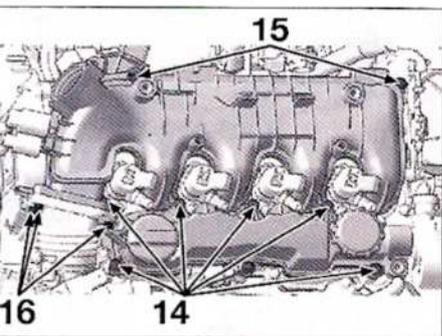

FIG. 42
Sustituir las juntas (17) lubricándolas ligeramente con aceite motor (Fig.42).